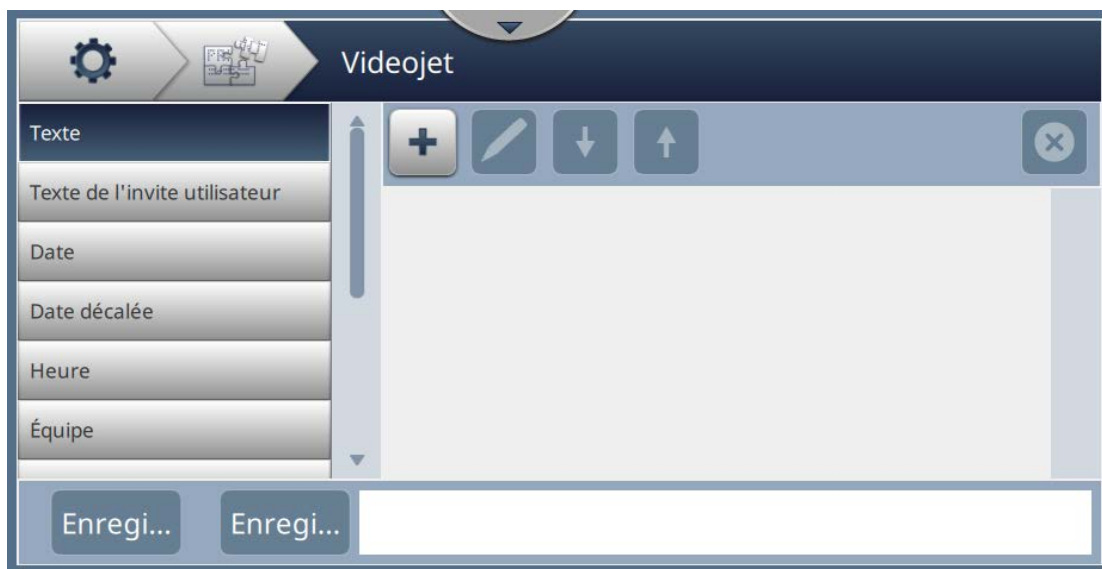

Figure 6-8 : Éditeur de référence personnalisée
4. L'écran Éditeur de référence personnalisée s'ouvre, tel qu'illustré dans la Figure 6-8.
4. L'écran Éditeur de référence personnalisée s'ouvre, tel qu'illustré dans la Figure 6-8, page 6-13.